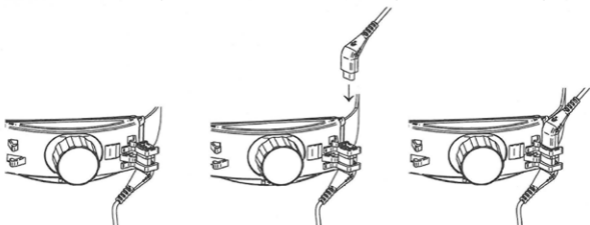

Fig. 8
For oppsett av ML4 LED med mPack eller EN50, koble den korte ledningen fra lysstyrke-regulatoren med tilkoblingsledningen mPack UNPLUGGED/Cinch og fest denne til den bakre delen av hodebåndet (fig. 8). Koble instrumentet til Cinch-kontakten på mPack eller EN 50. Reostaten (1) (fig. 6) brukes til å justere lysstyrken og til å slå enheten av og på.